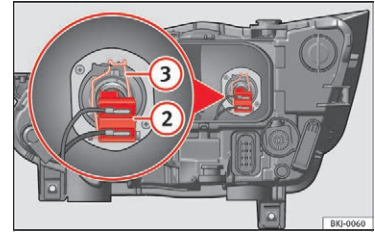

Fig. 97 I motorrummet: pære til nærlys
- Træk stikket af lygten **» Fig. 97 2**.
- Tag fjederen **» Fig. 97 3** af ved at trykke den ind og dreje mod højre.